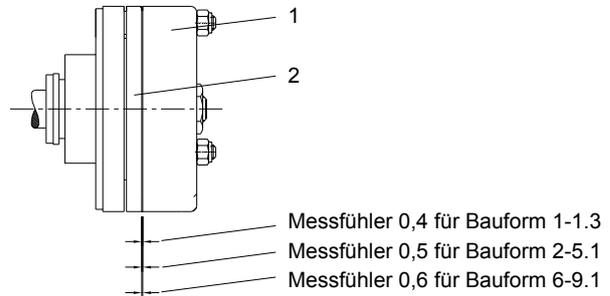

Bild 39 Einstellen der Einzelbremse
1. Messfühler zwischen Magnetkörper (1) und Ankerplatte (2) schieben (max. ca. 10 mm einschieben).
2. Die 3 Stück selbstsichernden Einstellmutter so weit nach rechts drehen, bis der Luftspalt zwischen Magnetkörper (1) und Ankerplatte (2) der im Bild 39 angegebenen Messfühlerdicke entspricht.